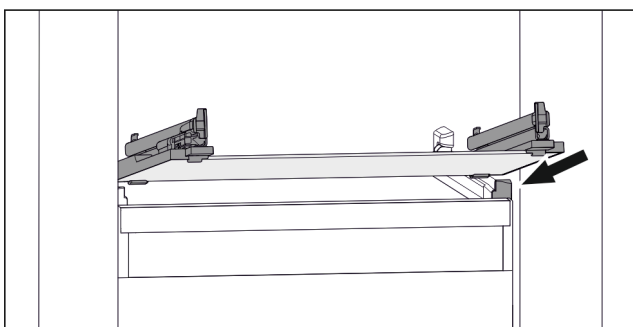

Fig. 154 Beispielhafte Darstellung der Glasplatte
- ▶ Glasplatte schräg hinter den Stoppeln aufsetzen. (zie Fig. 154)